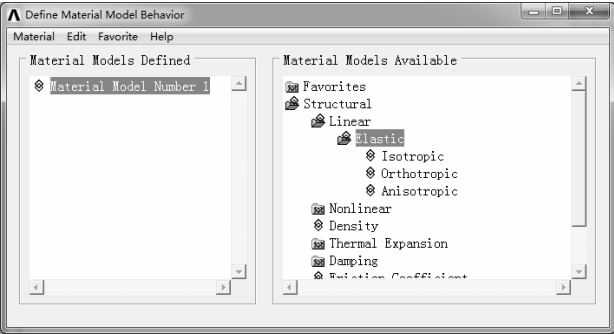
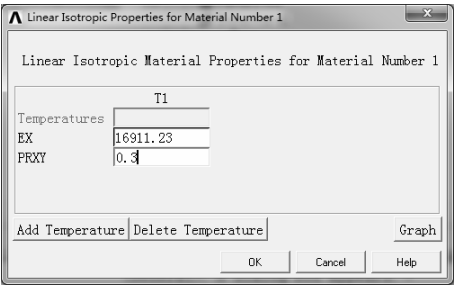
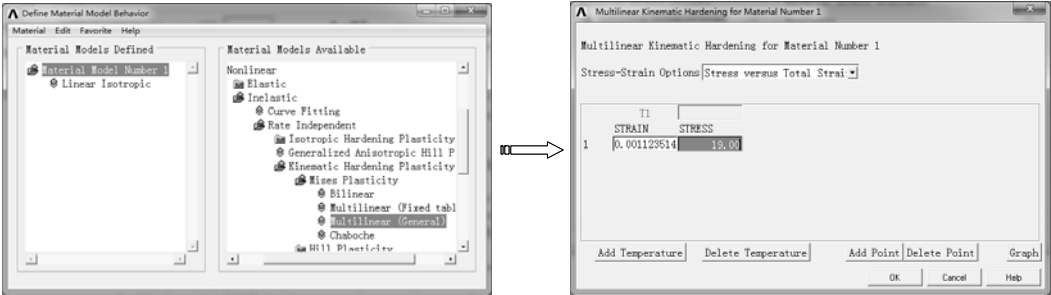

图 9-41 “Define Material Model Behavior”对话框
图 9-42 “Linear Isotropic Properties for Material Number 1”对话框
图 9-43 输入硬化塑性
1) 选择“Main Menu>Preprocessor>Materials Props>Material Models”命令,弹出“Define Material Model Behavior”对话框,如图9-41所示。
2) 在图9-41所示对话框的右侧列表中选择“Structural>Linear>Elastic>Isotropic”,弹出“Linear Isotropic Properties for Material Number 1”对话框,在“EX”文本框中输入16911.23,在“PRXY”文本框中输入0.3,如图9-42所示。单击“OK”按钮返回。
3) 在图 9-41 所示对话框右侧列表中选择“Structural>NonLinear>Inelastic>Rate Independent>Kinematic Hardening Plasticity>Mises Plasticity>Multilinear (General)”，弹出“Multilinear Kinematic Hardening for Material Number 1”对话框，在“STRAIN”文本框中输入 0.001123514，在“STRESS”文本框中输入 19，如图 9-43 所示。